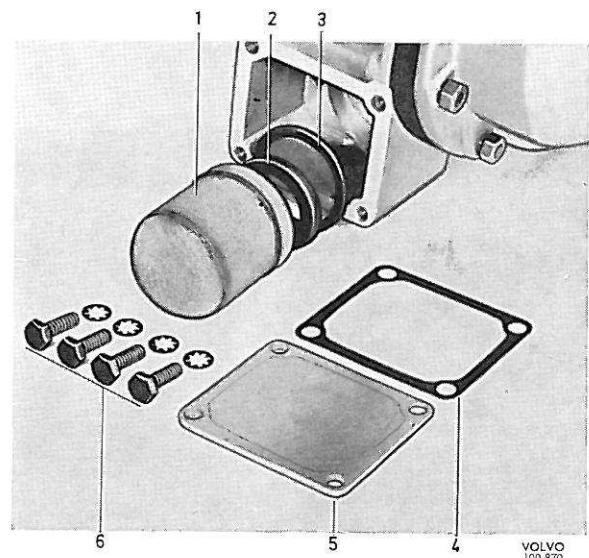

Fig. 9. Démontage de la crépine d'huile
1. Enlever le couvercle (5, Fig. 9) et retirer la crépine (1), ainsi que les rondelles aimantées (2). Laver la crépine avec de l'essence ou du white spirit. Sécher à l'air comprimé.
2. S'assurer que le joint (3) est en bon état. Tourner la face revêtue d'acier du côté du carter et poser le joint en place.
4. Remonter la crépine d'huile (1), le jeu de rondelles aimantées (2), un joint neuf (4) et le couvercle (5).